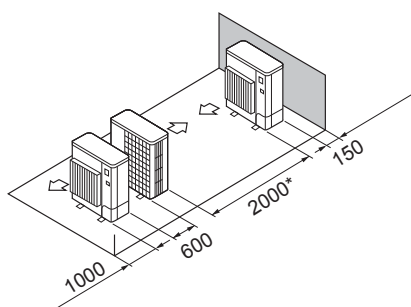

Fig. 2-12
⑤ Disposição de uma unidade em paralelo (Fig. 2-12)